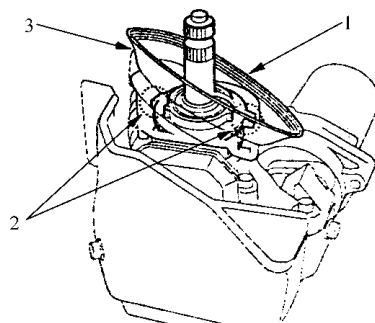

图 7-29 安装小齿轮轴锁环
2) 如图 7-29 所示, 安装小齿轮轴锁环。将小齿轮轴锁环上的缺口与扭矩传感器顶端的凸起对齐。将锁环的后唇缘向外弯曲, 以方便安装。完成第5)步后, 将锁环的唇后缘复原。